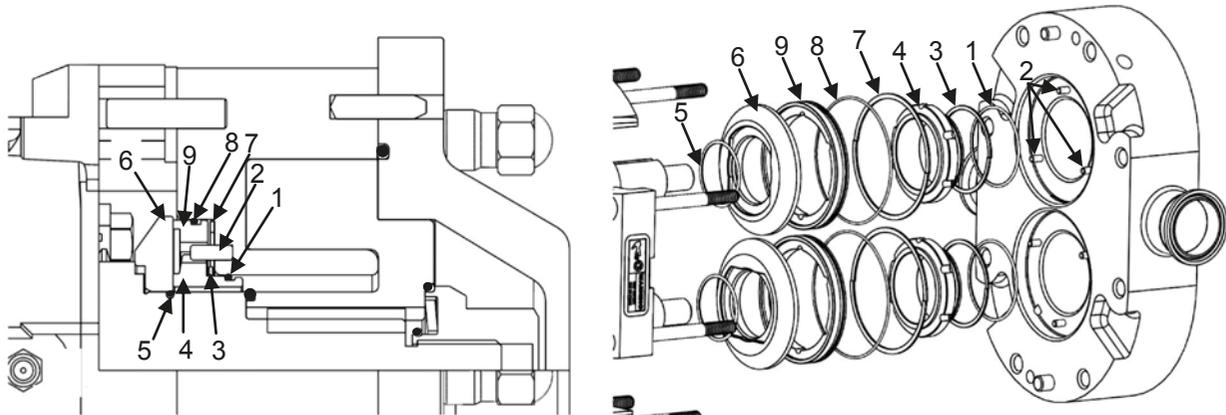

Figura 28: Sello mecánico doble
- 1) Remueva el sello estático interno y externo de la carcasa (figura 28, puntos 4 y 9).